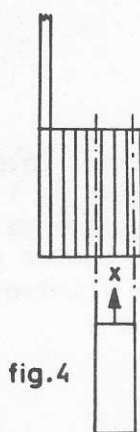

fig. 4
- S'assurer que toutes les feuilles soient insérées sous les doigts de retenue (fig. 4).
Dès que la cote de 2 mm est atteinte, remettre le clip de blocage "d" selon la figure 4 en position x.